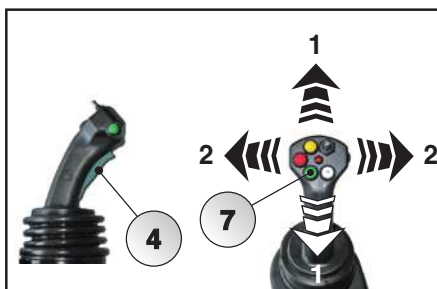

Abb. 5.82
Den grünfarbigen Sicherheitsknopf (4) (Fahrer anwesend) und den grünfarbigen Knopf (7) gedrückt haltend, ist es möglich den Joystick Hebel (10) wie im Bild 5-82 zu richten u. die Schnellkupplungen wie in Bilder 5-83/84 gezeigt zu fördern.